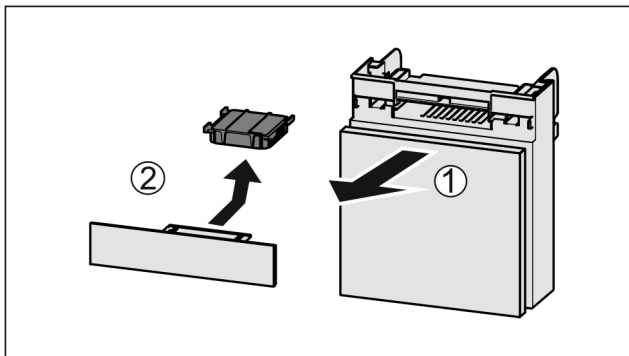

Fig. 89
- ▶ Retire el compartimiento hacia delante Fig. 89 (1).
- ▶ Retire el filtro de carbón activo Fig. 89 (2).